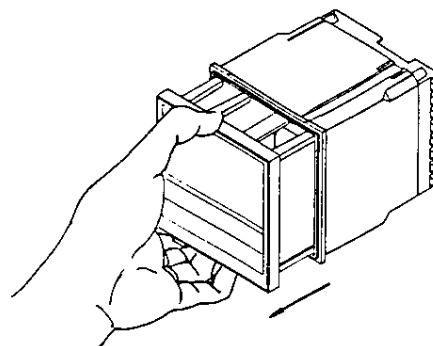

Fig. 1
下図(Fig. 1)のように計器本体の下にあるストッパーを指で押し上げながら手前へ引くと計器が引き出せます。
(9)設定データロック」の項のFig.1のようにして計器をケースから取り出し、計器上部にある内部スイッチBのNo.4をONにします(他のスイッチはすべてOFFになっていることを確認して下さい)。(Fig.3)